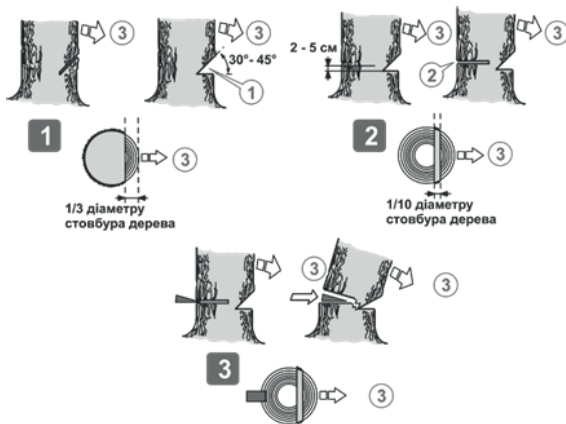

Рисунок 10. Послідовність різання під час валки дерева.
4. Запустити двигун. Пиляти дерево з того боку (3, рис. 10), куди воно має впасти (рис. 10). Під час пиляння не робити рухи тілом вперед-назад.
5. Виконати клиноподібний розпил (1, рис. 10) під кутом 30–45°, глибина якого приблизно дорівнює 1/3 від товщини стовбура.
6. Виконати валочний розпил (2, рис. 10) із протилежного боку від клиноподібного розпили, на 2,5–5 см вище нижнього краю клиноподібного розпили. Зупинити валочне розпилювання, коли до внутрішнього краю клиноподібного розпили залишиться приблизно 1/10 діаметра стовбура.